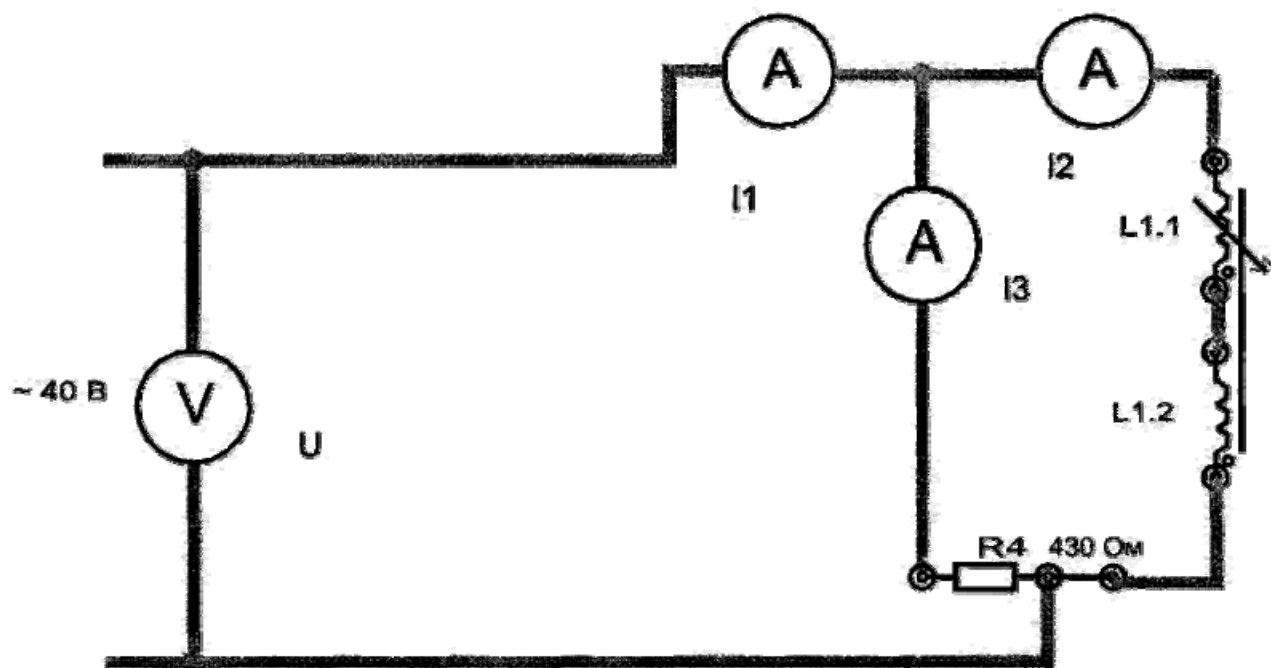

Рис. 18
18.3.2. Собрать и изучить схему электрической цепи (рис. 18.).